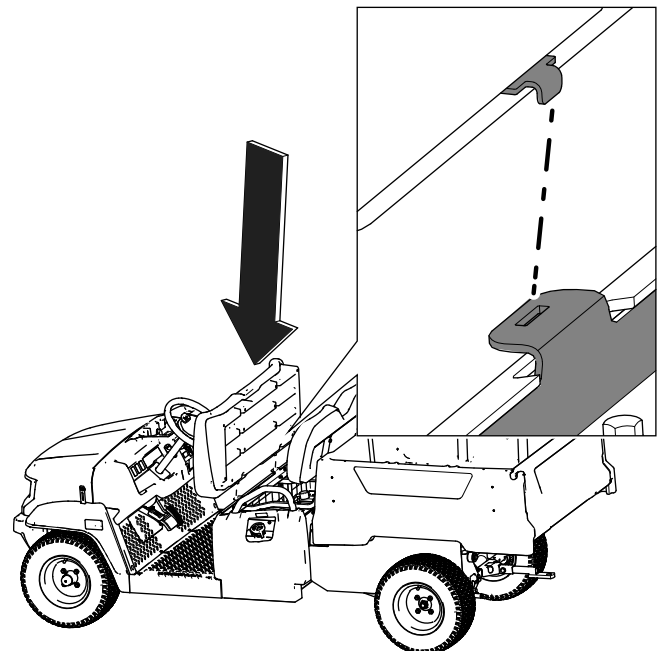

Figure 31
1. Placez le coussin sur le support (Figure 31).